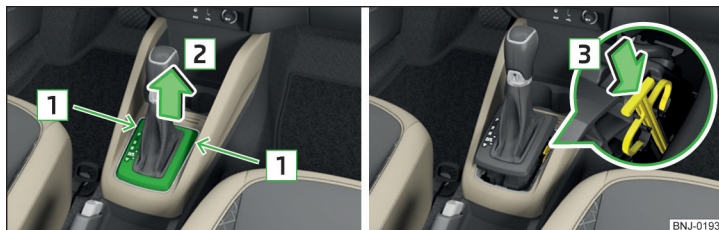

Fig. 196 Deblocarea de urgență a selectorului de viteze
- Introduceți o șurubelniță dreaptă subțire sau o unealtă similară în fantă, în zona săgeții **1** » fig. 196 și ridicați cu grijă capacul în sensul săgeții **2**.